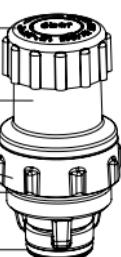

fig. 3b
Veuillez prendre note que les deux joints toriques (4 + 5) sont montés sur le chapeau de remplacement (**voir fig. 3b et 4b**) et que le filetage du chapeau ainsi que la zone d'étanchéité du joint torique au corps de la soupape (3) sont brillants et propres.